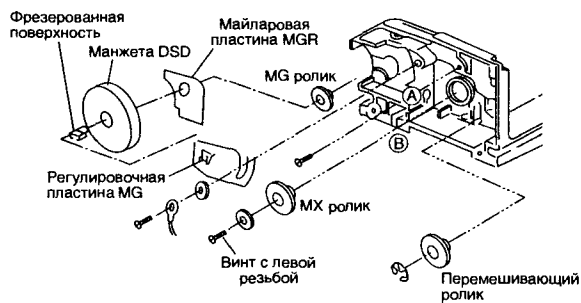

Рис. 3. Расположение частей передней стороны узла проявителя
3. Проводка должна быть плотно уложена в канавки частей (A) и (B).
4. Майларовую пластинку MGR при установке нужно выровнять по центру отверстия манжеты DSD (рис. 3).